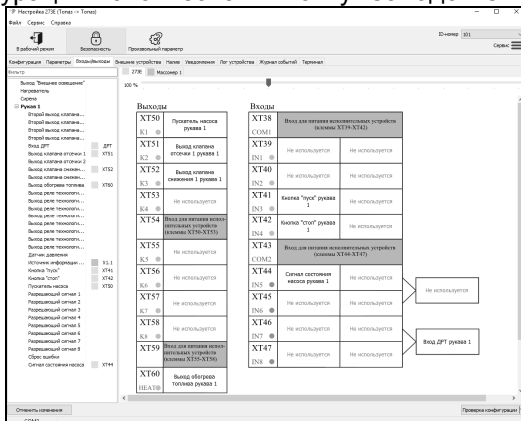

Рисунок 5
10.4 На вкладке "Входы/Выходы" (рисунок 5) отображаются входные и выходные цепи с указанием подключенных устройств. Например, при неисправности одной из выходных цепей ее можно заменить другой из числа свободных. Также есть возможность настроить работу с запрещающими сигналами и технологическими схемами – возможность управления выходными цепями, которые открывают или закрывают необходимую технологическую схему.